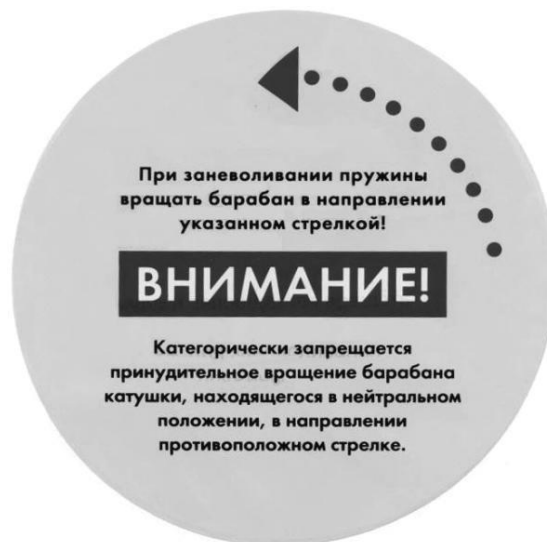

Рисунок 3
2) Для фиксации стопора необходимо потянуть за шланг, прокрутив барабан на четверть оборота по направлению стрелки на боковине барабана (рисунок 3), а затем, придерживая шланг, позволить барабану совершить возвратное движение. При этом стопор займёт фиксированное положение.